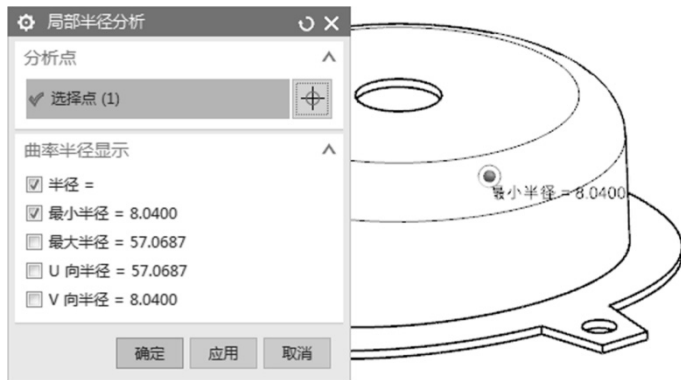

图 8-2 分析圆弧半径
(3) 单击“确定”按钮，完成对工件的缩放。
(4) 选取“菜单 | 分析 | 局部半径”命令，选取工件上的圆弧面。在【局部半径分析】文本框中可看出“最小半径”为 100.5mm，如图 8-2 所示，可知产品已放缩水。